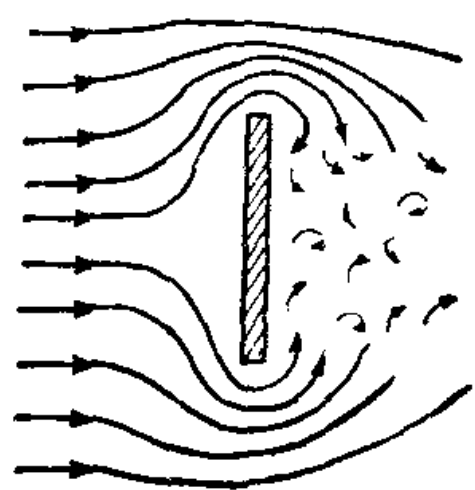

图 2-9
2. 压差阻力：将一块平板垂直地放在气流中（图 2-9），板的前面正对着迎面吹来的气流，气流受到板的阻碍，速度急剧减慢，压强大大增加。而被平板分开的气流，绕过平板后，来不及聚拢，形成一个很大的涡流区，涡流区的压强很小，这样板的前后就产生了压强差，形成了压差阻力。